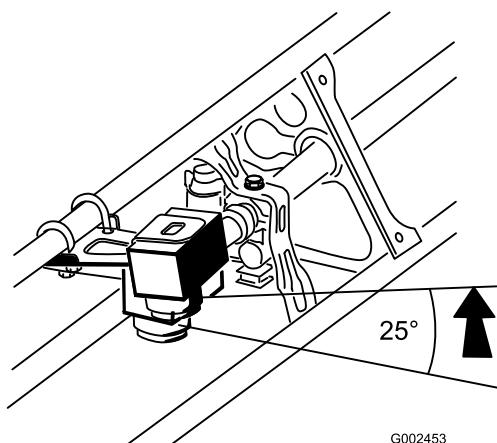

Bild 3
4. Drehen Sie den Sensor und das Schutzrohr so, dass sie ungefähr 25 Grad parallel über dem Boden sind; ziehen Sie dann alle Sicherungsmuttern und U-Bügel fest, um den Sensor und das Schutzrohr zu befestigen (Bild 3). Nach dem Abschluss der Einstellungen sollte das Schutzrohr über dem Sensor sein.